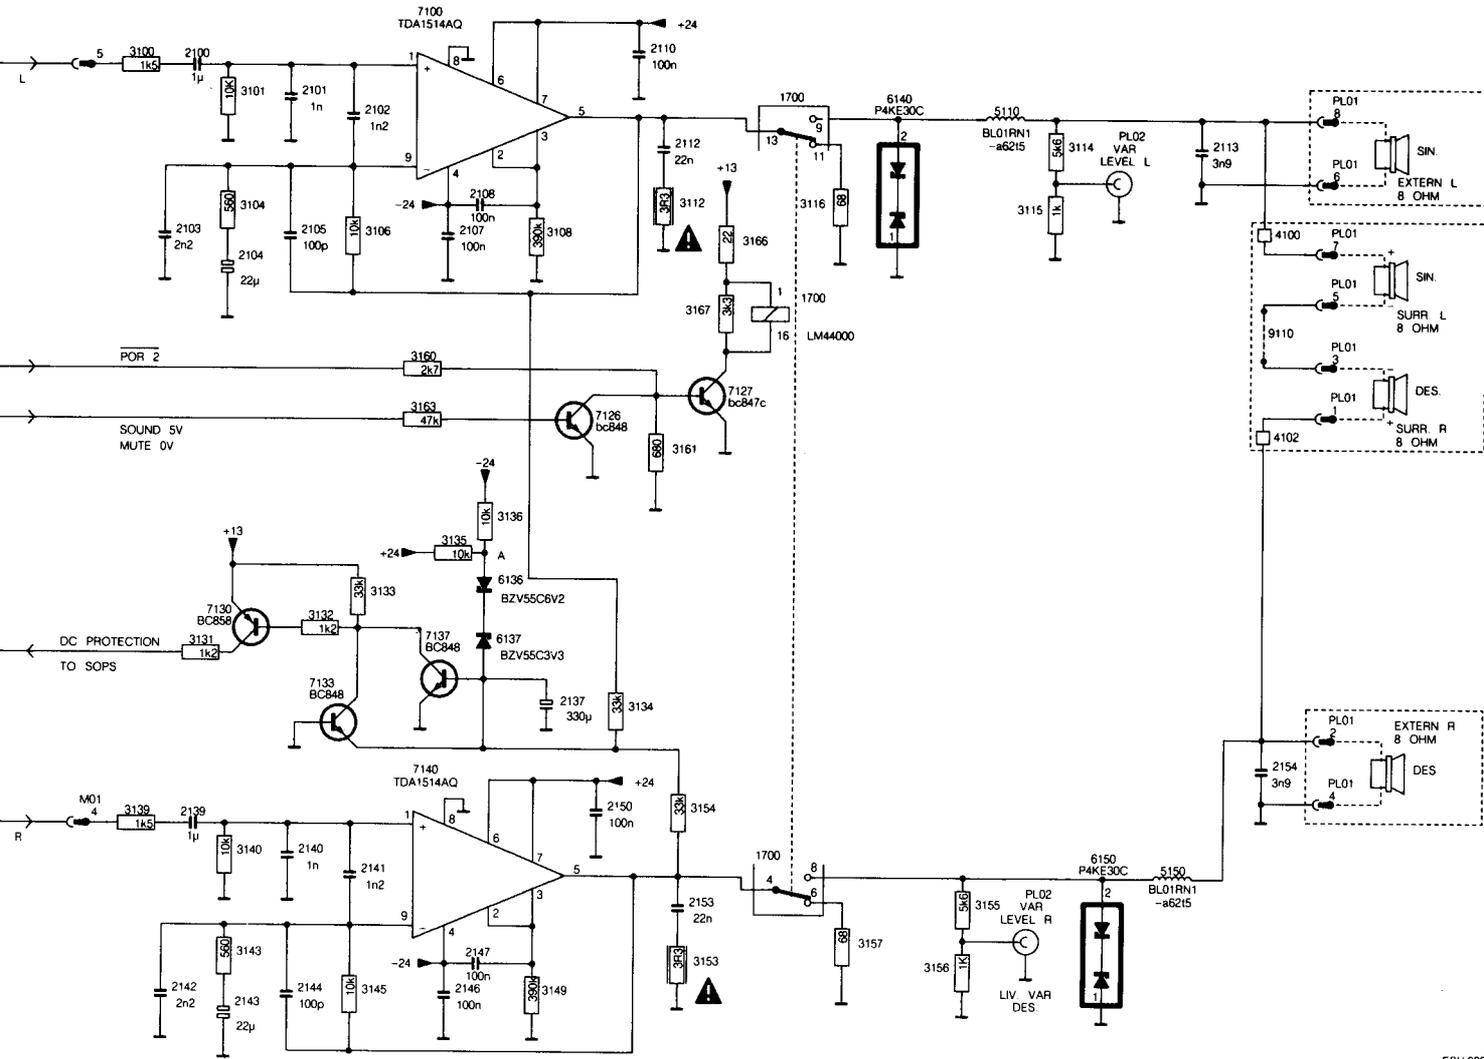

Fig. 6.17
Endverstärkern IC 7100 und IC 7140 weitergeleitet. Da beide Endverstärker identisch sind, wird hier nur der linke Endverstärker (IC 7100) näher beschrieben. Das IC 7100 wird symmetrisch mit +24 V und -24 V gespeist; siehe Abb. 6.17. Der "+"-Eingang liegt über R3101 an Masse, so daß auch der Gleichspannungspegel des Ausgangs auf Masse-Potential liegt. Hierdurch sind keine Koppelkondensatoren zu den Lautsprechern erforderlich. Die Verstärkung wird durch R3104 und R3106 vorgegeben (ca. 19x). Die Ausgangsleistung beträgt damit 20 W (8 Ω). C2112 und R3112 bilden einen Boucherot-Filter, um Schwingungen bei hohen Frequenzen zu vermeiden. C2101, C2102, C2103 und C2105 wurden hauptsächlich zur Erfüllung der Strahlungsnormen in die Schaltung aufgenommen. C2111 unterdrückt interne Schwingungen im IC (ca. 40 MHz), C2104 sorgt dafür, daß die DC-Verstärkung gleich 1 wird, so daß die Gleichspannung am Eingang nicht mitverstärkt wird. Der Ausgang von TDA 1514 ist über einen Spannungsteiler mit einem Ausgang mit variablem Pegel verbunden. D150 soll das IC gegen Spannungsspitzen schützen.
6.9.1 Der SOAR-Schutz (siehe Abb. 6.17)
6.9.2 DC-Schutz (siehe Abb. 6.17)